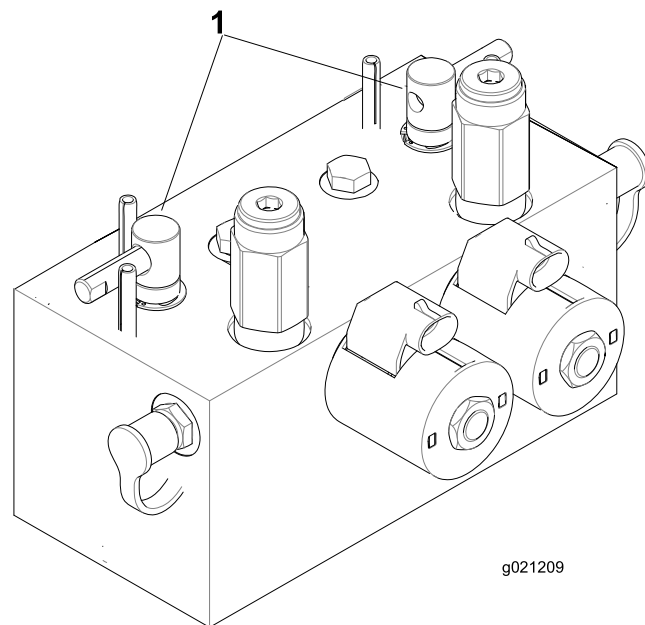

Figura 75
2. Sbloccate il sedile ed alzate per esporre le leve di lappatura (Figura 75).
5. Selezionate le leve di lappatura anteriore, posteriore o entrambe per stabilire gli elementi da lappare (Figura 75).